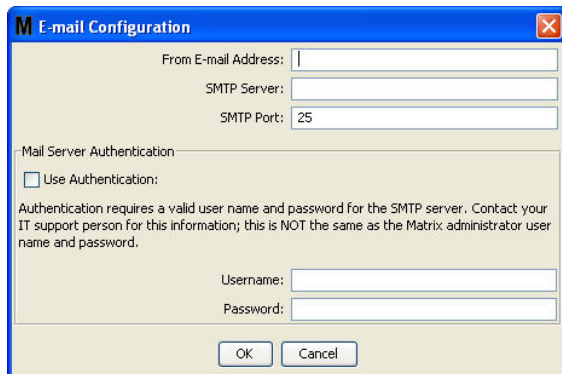

FIG. 137
2. Aparecerá la pantalla Configuración de correo electrónico representada en la FIG. 137.